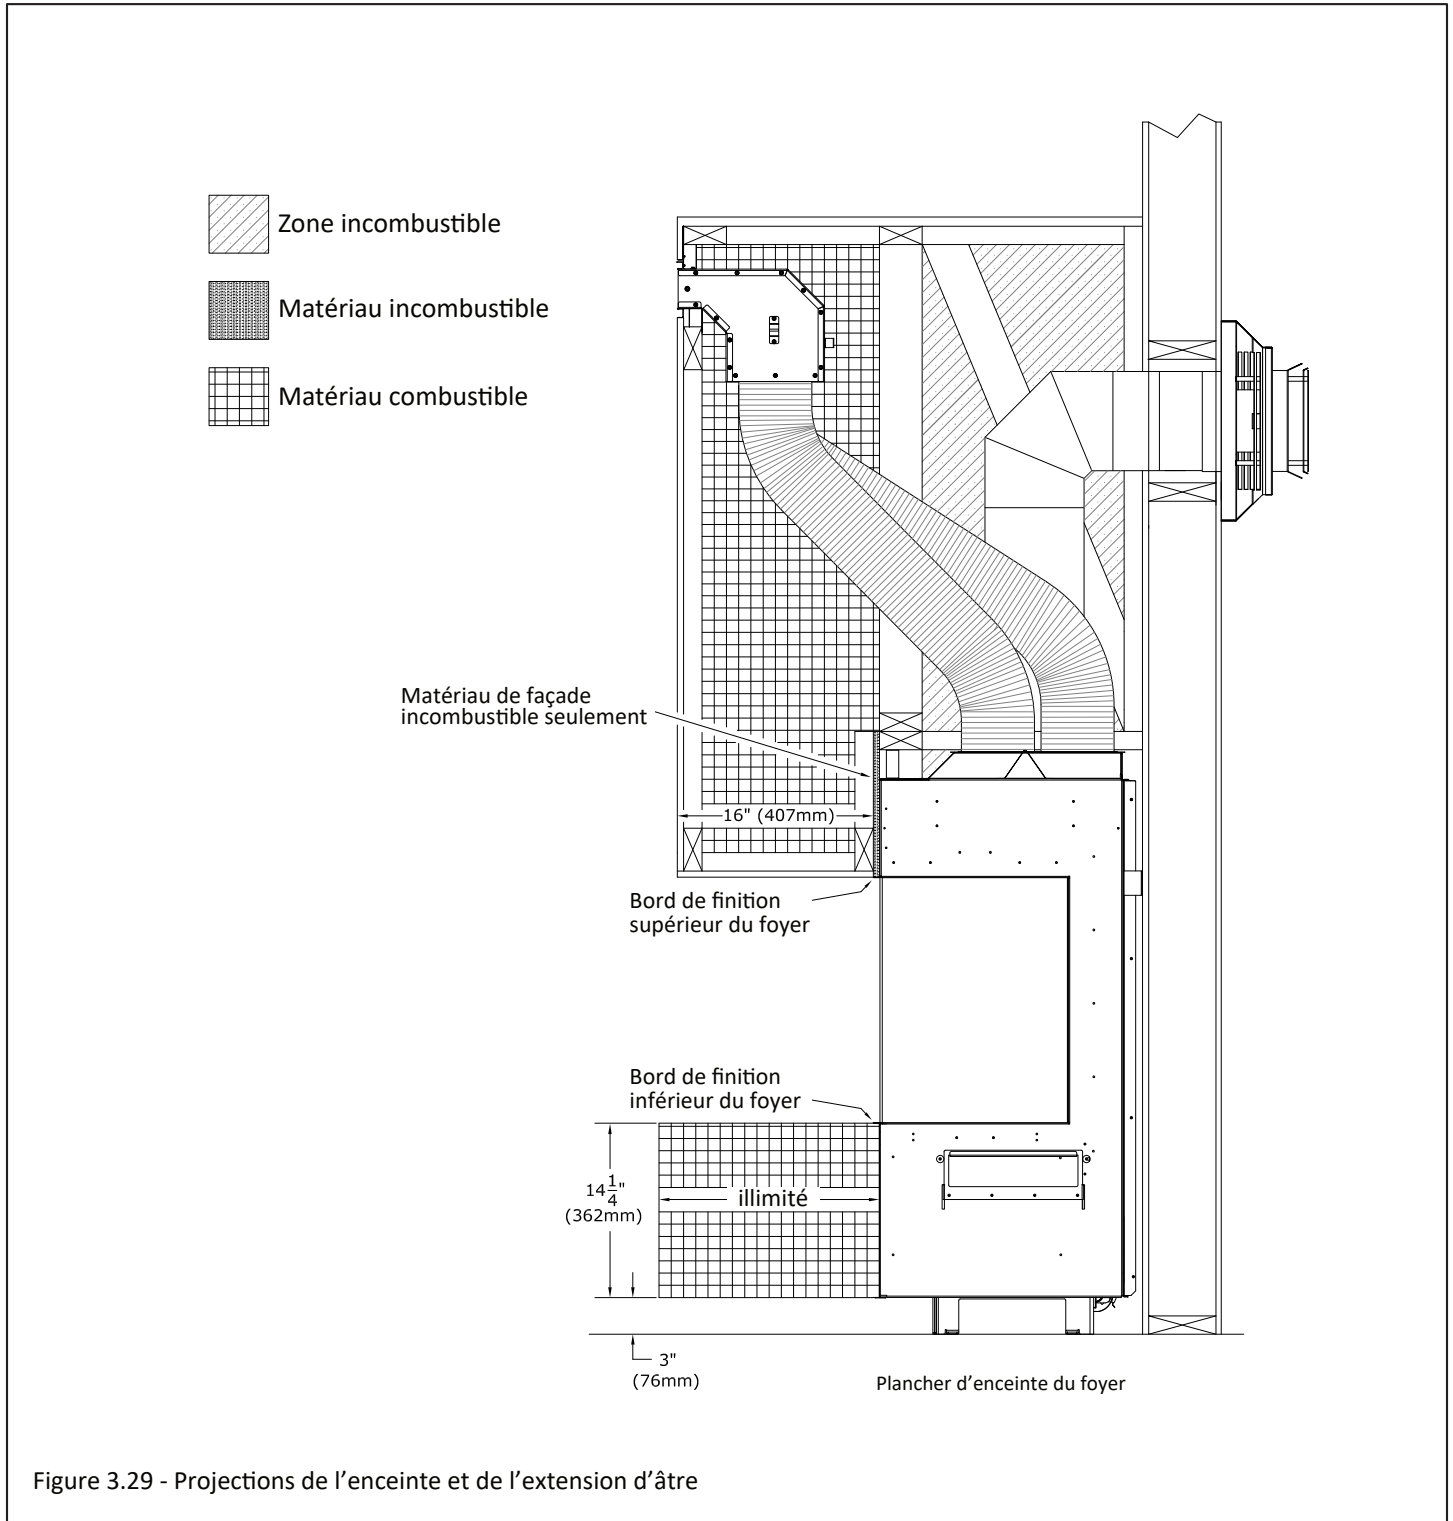

Figure 3.29 - Projections de l'enceinte et de l'extension d'âtre
- **Projection d'enceinte combustible:** Une projection d'enceinte maximum de 16 po (406 mm) peut être installée à 0 po (0 mm) des bords de finition supérieurs situés à l'avant et aux côtés du foyer. Voir la Figure 3.29.
La Figure 3.29 montre le kit KZK installé dans une projection d'enceinte ayant 16 po (406 mm) de projection à l'avant du foyer. Cette projection de 16 po (406 mm) peut aussi s'appliquer à toute projection d'enceinte aux côtés du foyer.